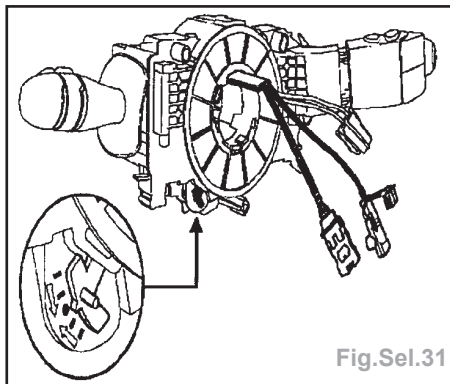

Fig.Sel.31
- en vérifiant que le repère «O» du contacteur tournant soit bien positionné en face de l'index (Fig.Sel.31).
- contrôler que le contacteur tournant soit bien positionné en vérifiant que le repère «O» du contacteur soit en face de l'index (Fig.Sel.31).